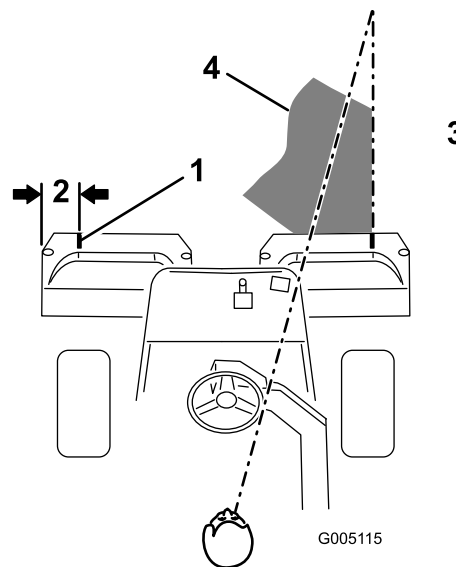

Рисунок 30
- На каждую корзину наклейте отрезок белой ленты или нанесите краской линию параллельно наружному краю (Рисунок 30).
3. Перекрытие предыдущего прохода во время обратного прохода должно быть минимальным. Чтобы облегчить поддержание прямолинейного движения по полю и удерживать машину на одном и том же расстоянии от края предыдущей скошенной полосы, сфокусируйте взгляд на краю нескошенной части поля на расстоянии примерно 1,8-3 м перед машиной (Рисунок 30 и Рисунок 31). Некоторым операторам удобно использовать в качестве линии прицеливания наружный край рулевого колеса, т.е. край рулевого колеса совмещается с точкой, которая всегда находится на одном и том же расстоянии от переднего края машины (Рисунок 30 и Рисунок 31).